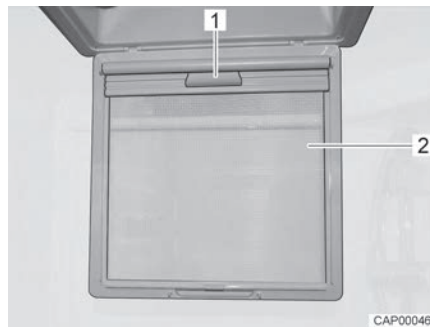

Bild 41 Mörkläggningsrullgardin
- Fäll ned insektsskyddet (Bild 41,2).
- Ta tag i mörkläggningsrullgardinen i handtaget (Bild 41,1) och dra nedåt tills den hakar i på motsatt sida.
- Koppla ur mörkläggningsrullgardinen i handtaget (Bild 41,1) och för den långsamt tillbaka till utgångsläget.
- Fäll upp insektsskyddet (Bild 41,2) så att det hakar i.